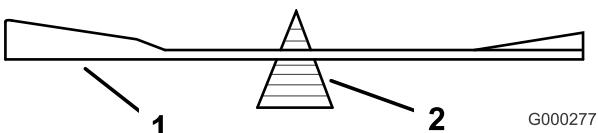
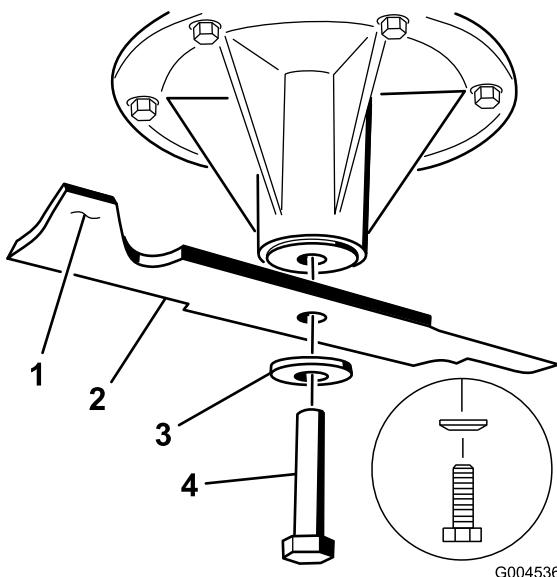

Figura 92
Figura 93
2. Controllate l'equilibrio della lama posizionandola su un bilanciatore (Figura 92). Se la lama rimane in posizione orizzontale, è bilanciata e può essere utilizzata. Se la lama non è bilanciata, limate del metallo soltanto dalla costa (Figura 93). Ripetete la procedura finché la lama non è perfettamente bilanciata.
1. Installate la lama sinistra e centrale, le rondelle curve e i bulloni della lama sugli assi del fusello (Figura 93 e Figura 94).
Nota: Accertate che la rondella curva sia rivolta verso la testa del bullone (Figura 93).
2. Installate la lama destra, la rondella curva e il bullone della lama (bullone con filettatura a sinistra) sull'asse del fusello (Figura 93 e Figura 94).